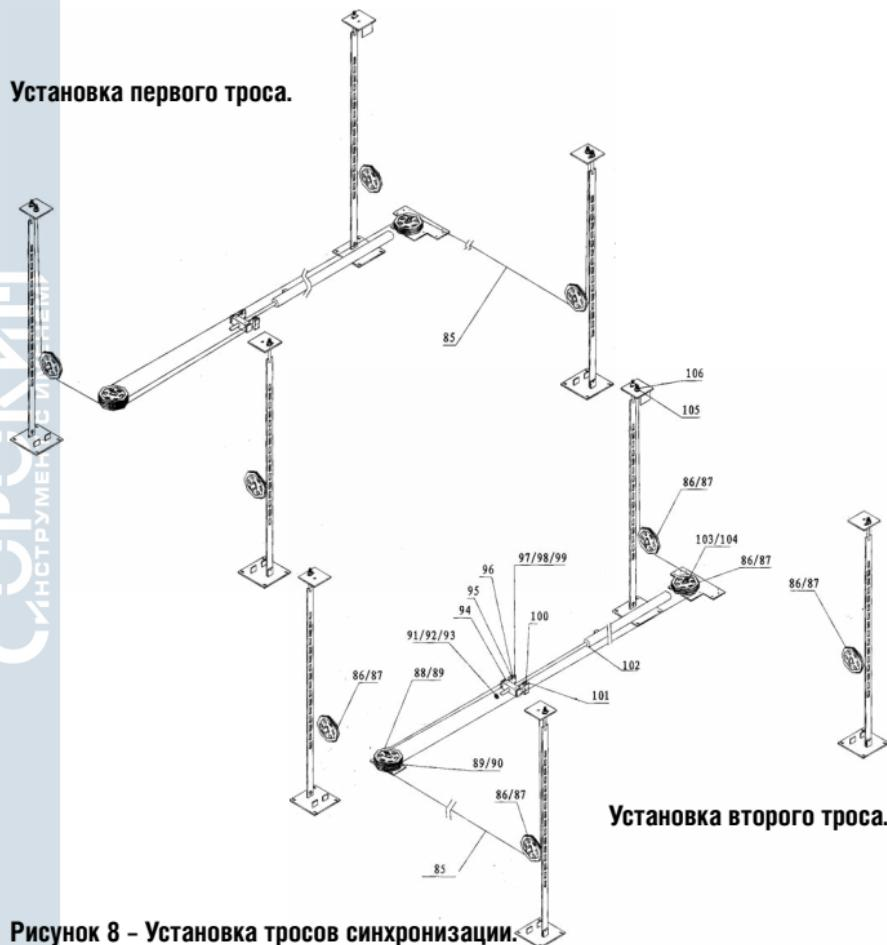

Рисунок 8 – Установка тросов синхронизации.
5. Установите вторую платформу. Установите тросы синхронизации согласно схемам на (рис. 8).